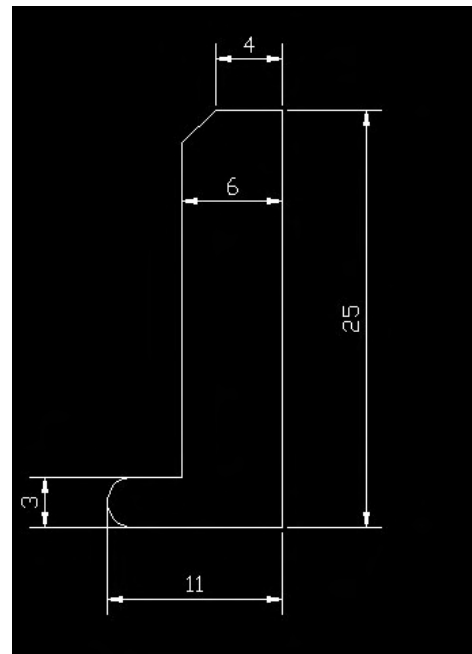

Fig.19.6
- 11 Terminez l'extrémité droite en ajoutant une sphère de rayon 3 cm et l'extrémité supérieure en ajoutant un solide de révolution (fig.19.6).